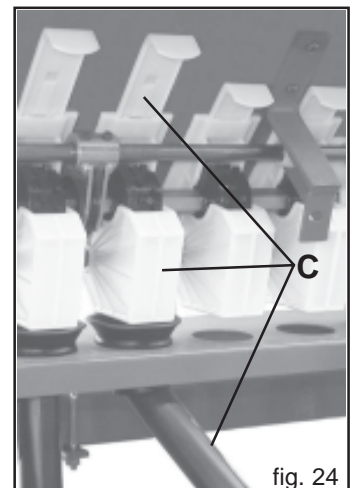

fig. 24
- allentare le viti (A) dell'attacco assolcatore;
- agganciare le molle (B) sull'apposito attacco.
- controllare che siano aperte solo le lamine dei distributori che hanno il tubo telescopico (C Fig. 24), tutte le altre devono essere chiuse.